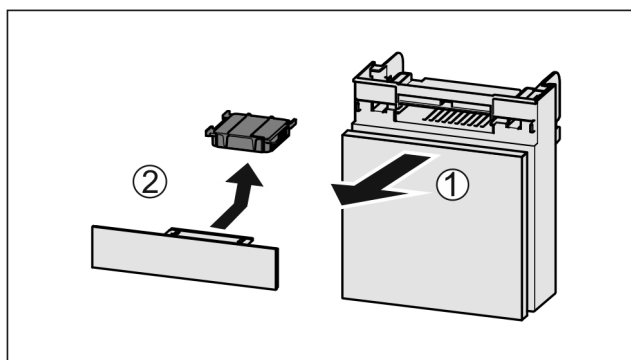

Fig. 185
- Træk rummet fremad Fig. 185 (1).
- Tag aktivkulfilteret Fig. 185 (2) ud.